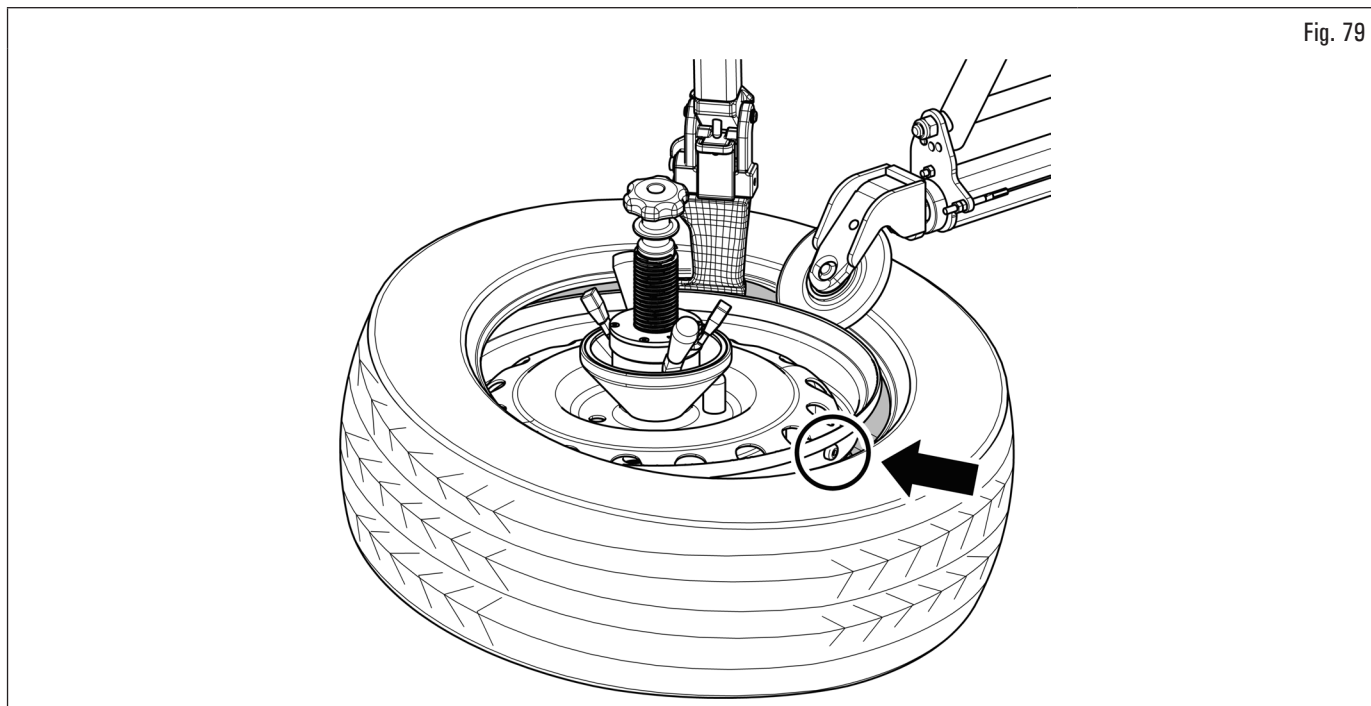

Fig. 79
4. premendo il pedale di rotazione, posizionare la valvola circa a "ore 3" (vedi Fig. 79). Agendo sull'apposito pulsante (Fig. 6 rif. C (INF)), posizionare la testa utensile sul bordo del cerchio;
5. agendo sull'apposito pulsante (Fig. 6 rif. 2 (DX)), utilizzare il rullo stallonatore superiore per spingere il tallone dello pneumatico sotto il bordo del cerchio (Fig. 79);